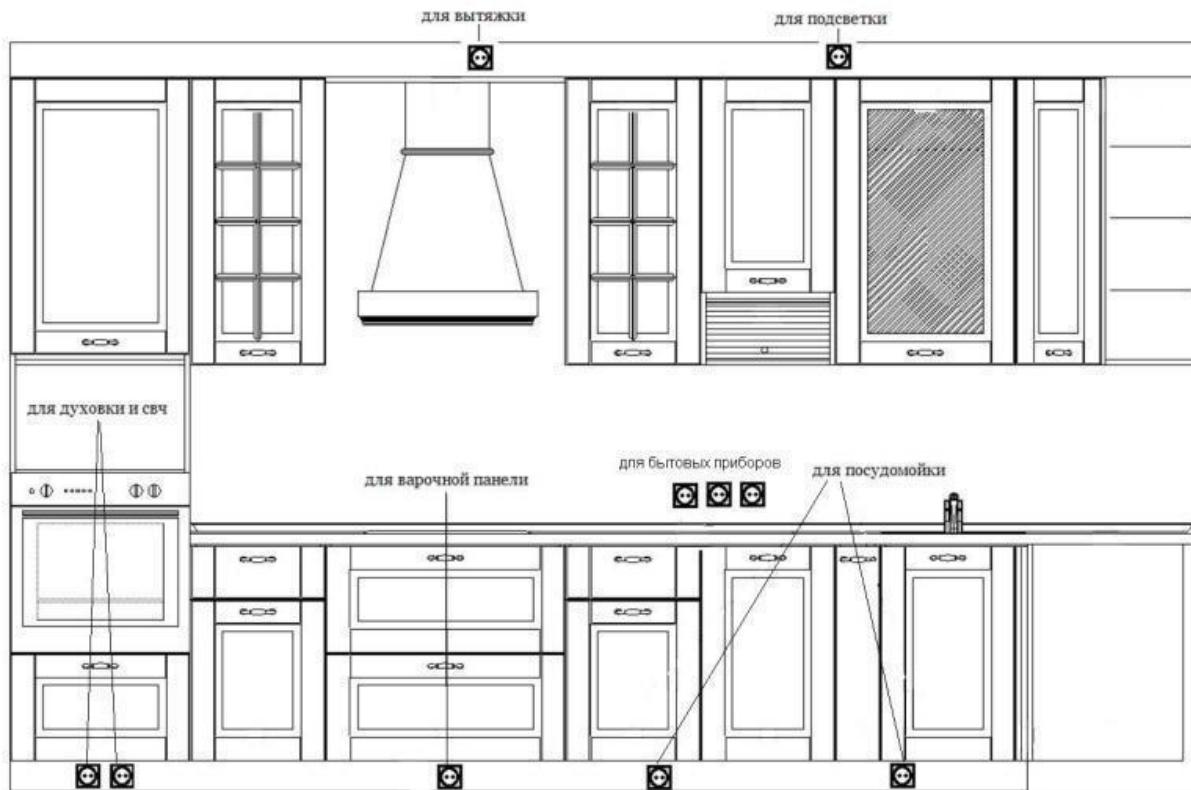

Рис. 2
- Для встраиваемой бытовой техники рекомендуется размещать розетки на высоте не более 100 мм от уровня пола до верхнего края розетки (Рис. 2)..
- Для бытовых электроприборов рекомендуется размещать розетки выше столешницы (Рис. 2).
- Розетки для подключения механизмов вытяжек желательно располагать на высоте 100 мм от верхнего края навесных шкафов (Рис. 2).
- Отверстие вентиляционного канала (Рис. 2) должно находиться на достаточной высоте относительно навесных шкафов, для свободного подключения газоотводящего рукава. В случаях, когда окно вентиляционного канала предполагается закрывать кожухом короба для вытяжки, располагать его надо с учётом конструкции короба.